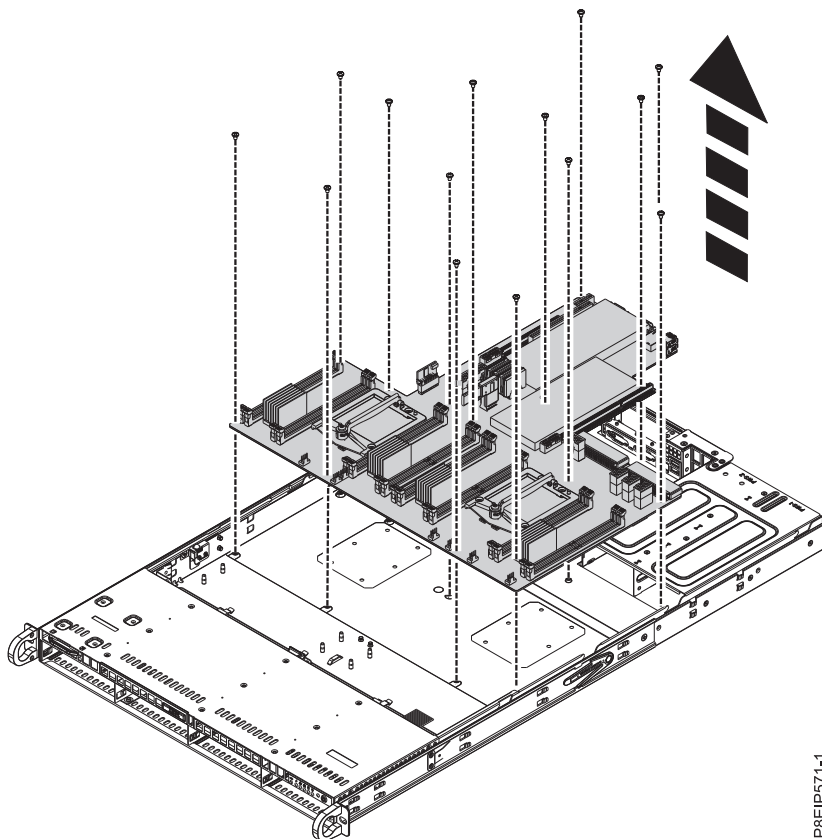

Figure 50. Soulèvement du fond de panier système
11. En dégageant complètement les câbles avant et en maintenant soigneusement le dissipateur thermique du processeur, déplacez légèrement le fond de panier système vers l'avant et vers le haut pour le retirer. Voir figure 50, à la page 48.